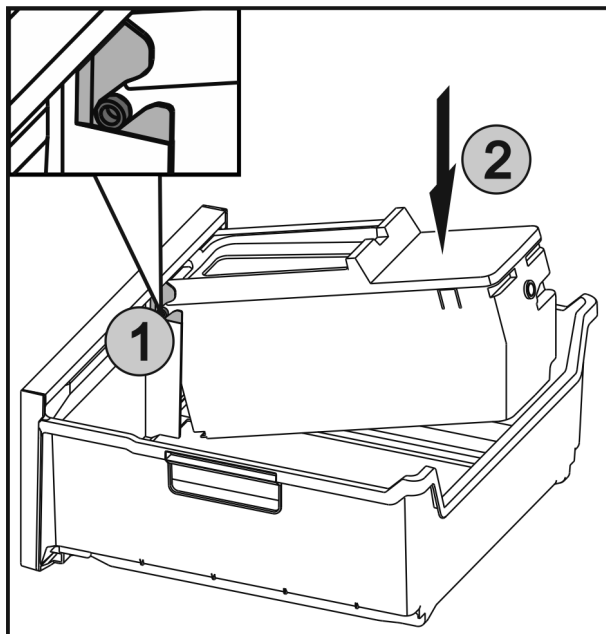

Fig. 43
- ▶ Inserire gli assi Fig. 43 (1) di EasyTwist-Ice nelle guide e premere la parte posteriore Fig. 43 (2) finché la linguetta non si innesta.